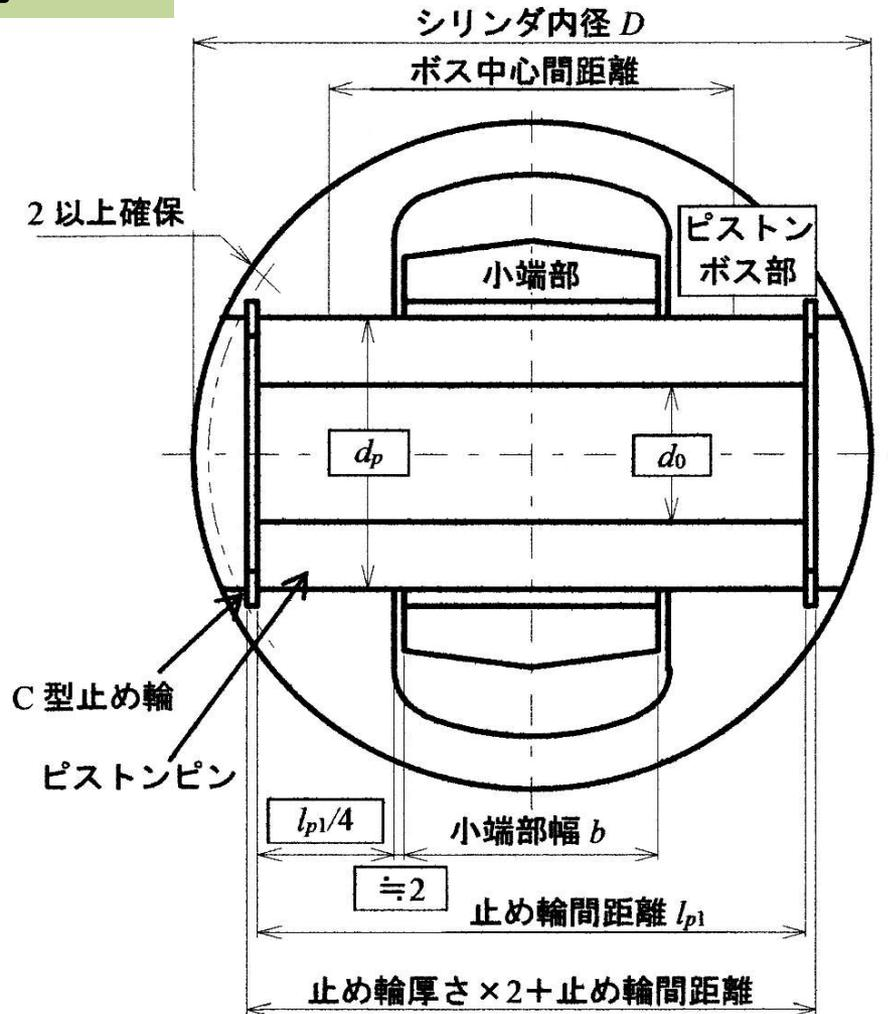
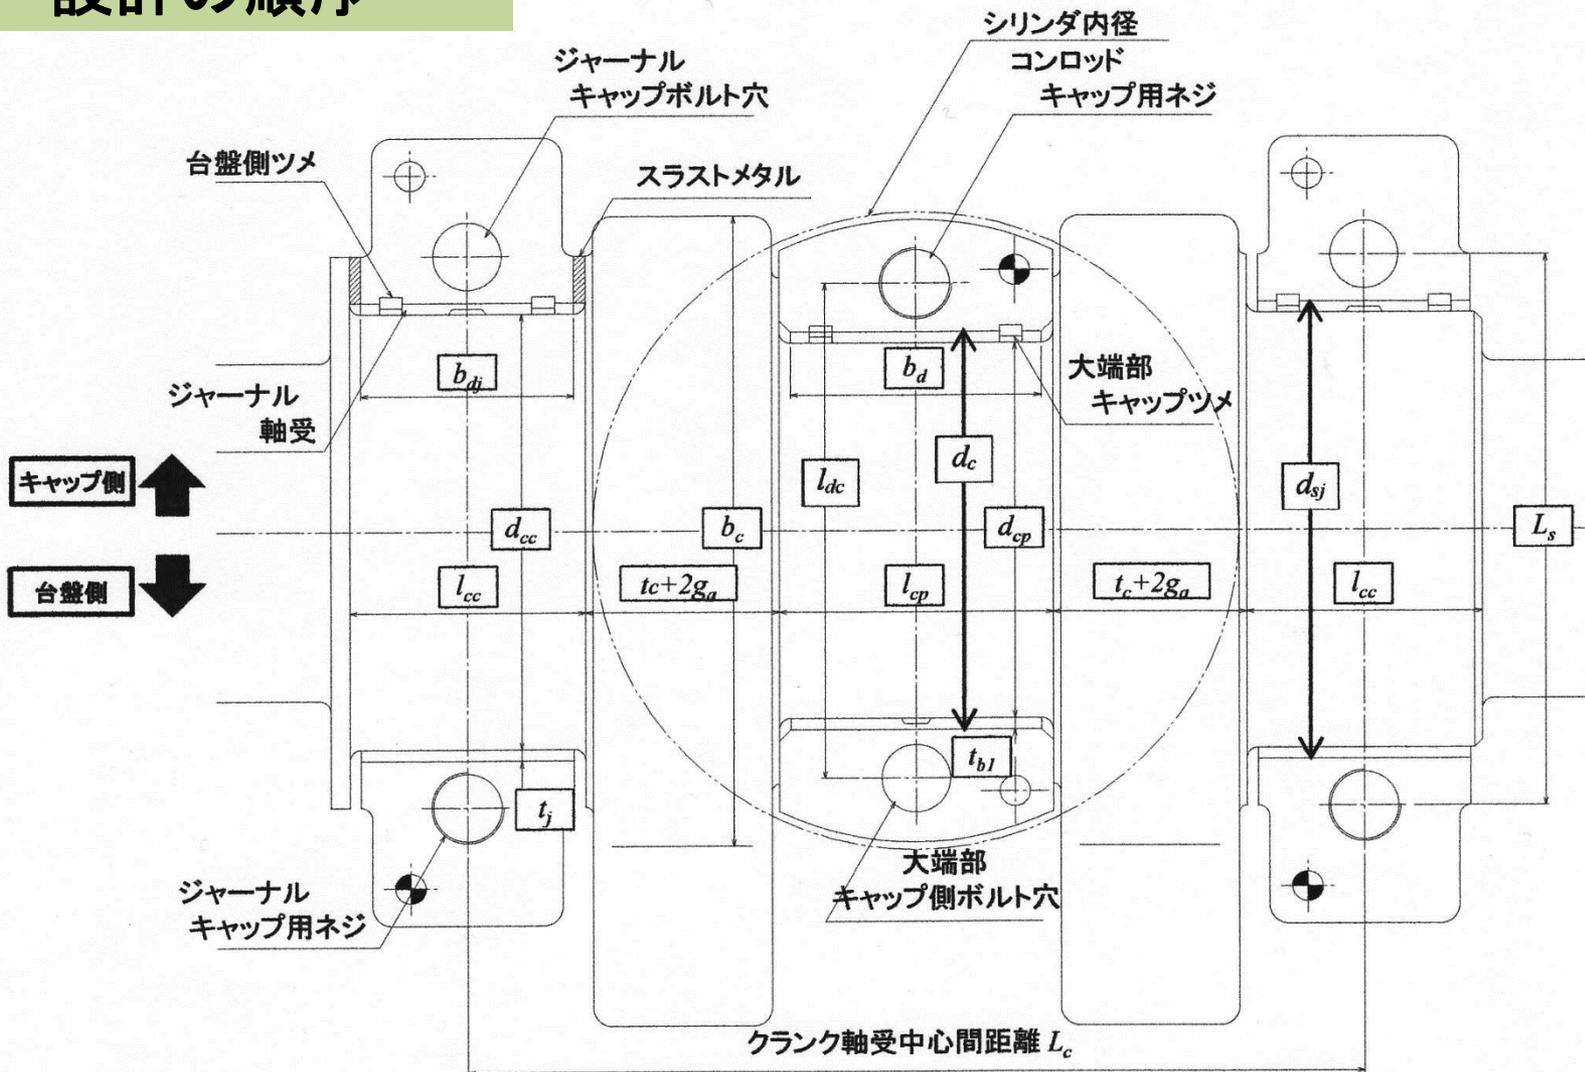

Fig. 3.3 ピストンピン周りの寸法
Fig.3.9 クランクシャフトとコンロッド大端部
(1) 熱力学的検討[02](テキストPart.1)
(2) 部品寸法の決定[10](テキストPart.2)
(3) 詳細仕様の決定[16](テキストPart.3)
- ・Fig.3.3(ピストンピン周りの寸法)、Fig.3.9(クランクシャフトとコンロッド大端部)を作成する. ...組立図のベースとなる図のため重要!!